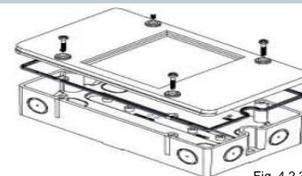

Fig. 4.2.3
5. Fixe a tampa com mais quatro parafusos (Fig. 4.2.3). (Somente assim se garante a proteção IP).